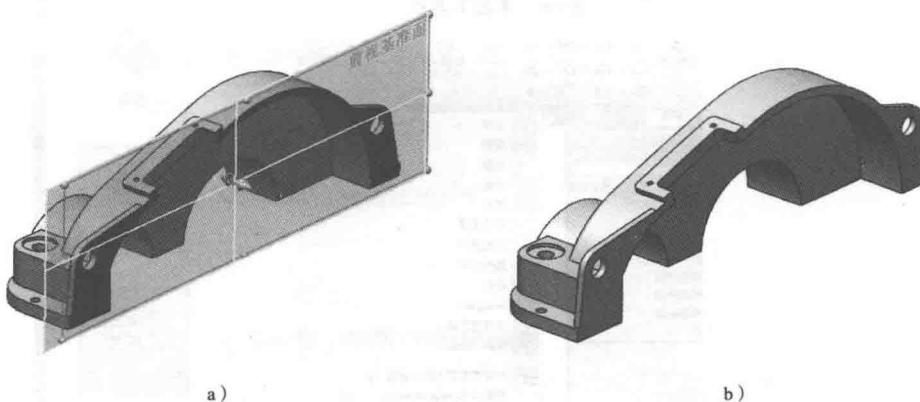

图0-11 剖视图
4) “剖视图”：能够根据用户指定的平面，显示出剖切的效果，这种显示便于检查模型的内部细节，如图 0-11 所示。